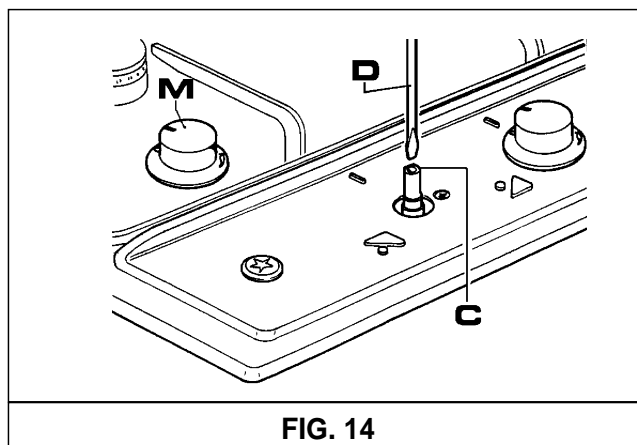

FIG. 14
- Retire o botão "M" (fig. 14) da torneira, o qual está fixo por simples pressão no veio da mesma.
no furo "C" (fig. 14) e rode para a direita ou esquerda o cone de estrangulamento até que a chama do queimador esteja regulada no "Mínimo".